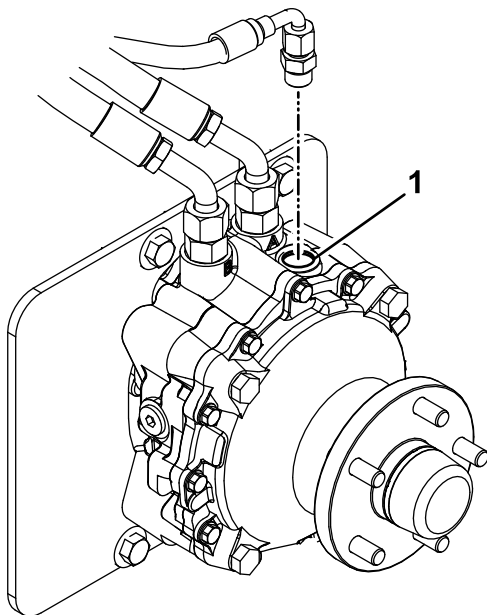

Figura 64
9. Rimuovete il tappo del foro di riempimento nella parte superiore di ogni motore della ruota (Figura 64).